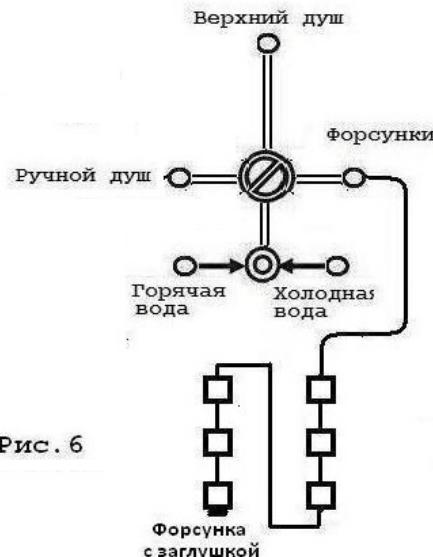

Рис. 6
**3.4. Подключение шлангов.** Производится в соответствии со схемой подключения (рис. 6 )
Подсоедините трубы горячего и холодного водоснабжения к входам смесителя в соответствии со схемой подключения воды (рис. 6 и 7).